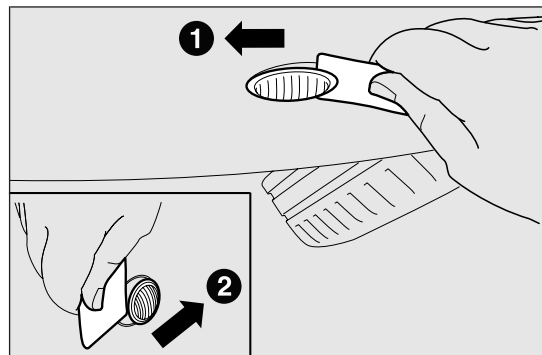

Abb. 112
- ☐ Zuerst vorne und dann hinten eine Hebeleinwirkung auf die durchsichtige Abdeckung ausüben (1 - Abb. 112);
- ☐ Danach eine Hebeleinwirkung in entgegengesetzter Richtung von hinten ausüben (2 - Abb. 112) und die Gruppe B herausziehen;